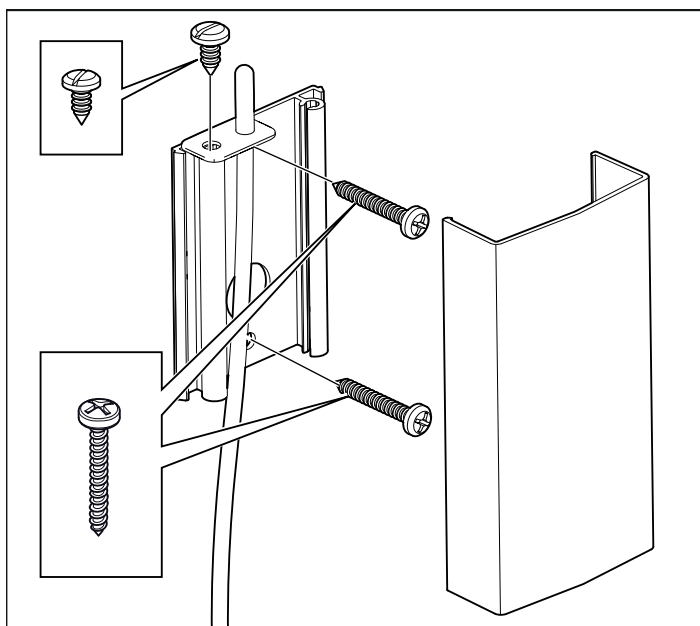
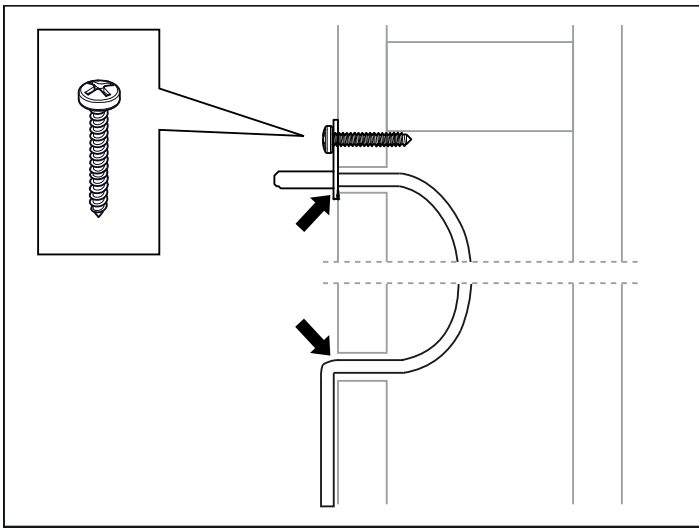

Рисунок 14: Установка датчика
Рисунок 15: Уплотните любые отверстия
13. Установите датчик на стене, см. рис. 14. Провод термистора также может быть проведен через стену. Уплотните любые отверстия в стене за датчиком, см. рис. 15, страница 29, провод термистора может быть расширен за пределы сауны при помощи низковольтного кабеля (2-проводного).